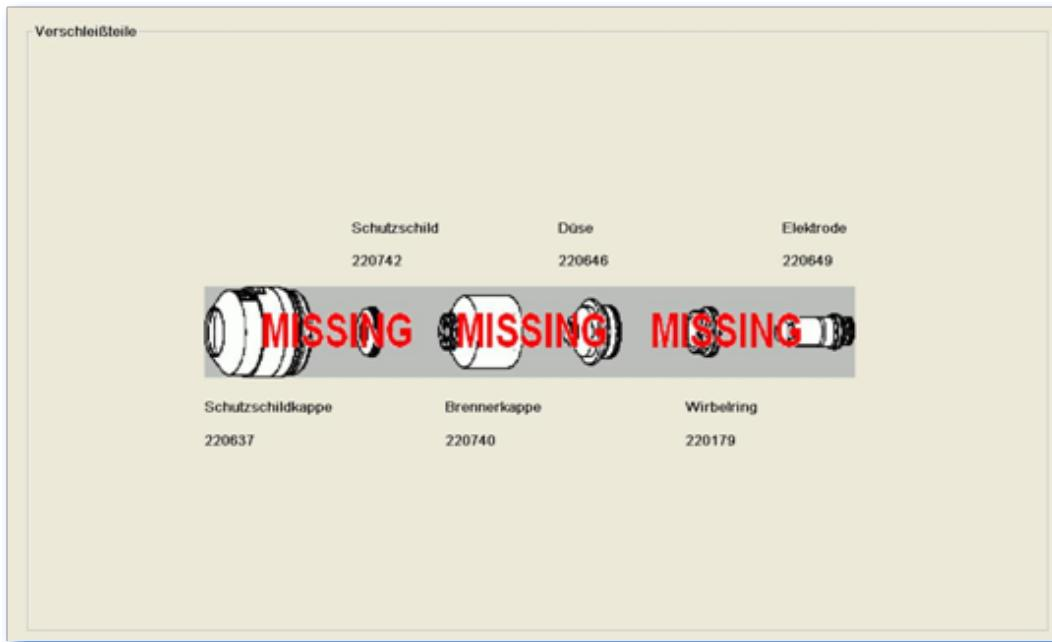

Abb. 37. Expertensystem, Parameteransicht I, Verschleißteile
- [F2] vorherige Parameteransicht anzeigen (Abb. 37+38)
- [F3] nächste Parameteransicht anzeigen (Abb. 37+38)